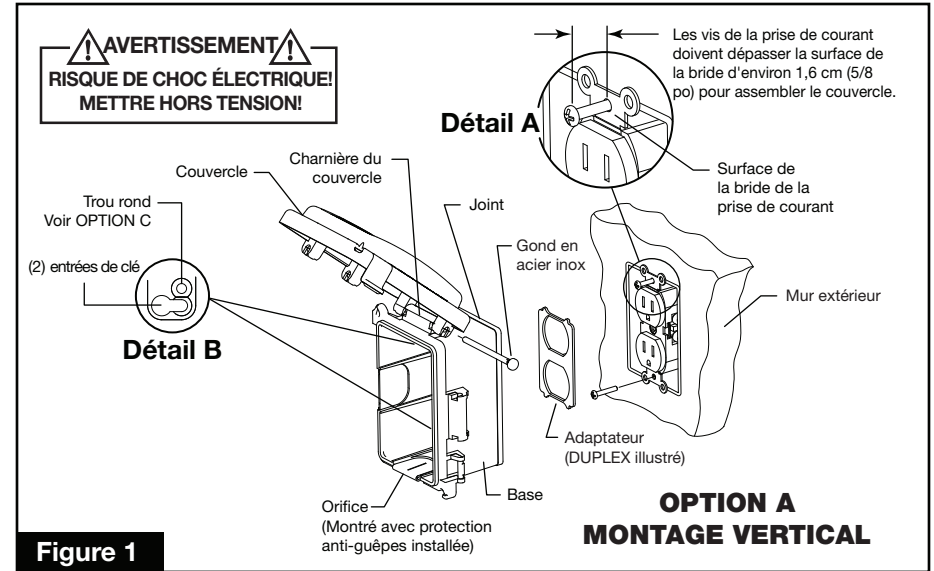

Figure 1
Vérifier que le disjoncteur de fuite de terre est solidement fixé au boîtier. Insérer (2) vis (fournies) au travers des trous RONDS situés sur le dessus et au fond de la BASE (Figure 1, Détail B) dans les orifices filetés du disjoncteur de fuite de terre. S'assurer que le joint recouvre les bords du boîtier et serrer les vis pour fixer la BASE. Voir étapes 5 et 6 et 7.